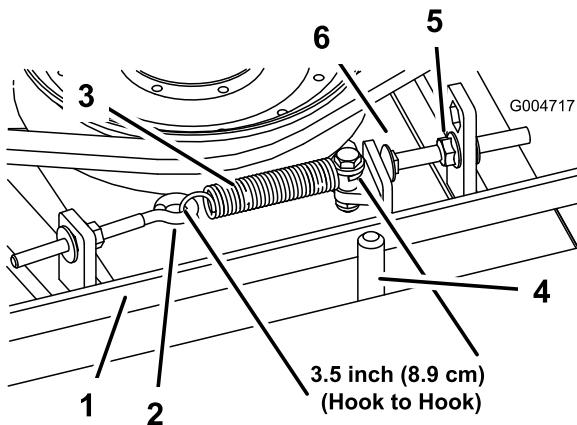

Figura 99
Quando la tensione è corretta, la misura interna della molla di prolunga (da gancio a gancio) deve essere circa 8,3 cm - 9,5 cm. Quando la tensione della molla è giusta, regolate il bullone di arresto (bullone a testa tonda) fino ad ottenere un gioco di 2 - 5 mm tra la testa del bullone ed il braccio di rinvio (Figura 99).
Nota: Verificate che la cinghia si trovi dal lato molla del guidacinghia (Figura 99).
- Allentate il bullone ad occhio per consentire la rimozione della molla di prolunga (Figura 99).
- Allentate il dado flangiato che fissa il bullone di arresto all'aletta di montaggio e spostate la puleggia tendicinghia dalla cinghia per rilasciare la tensione (Figura 99).
- Collegate la molla di prolunga (Figura 99) al bullone ad occhio e tendete la cinghia come segue: